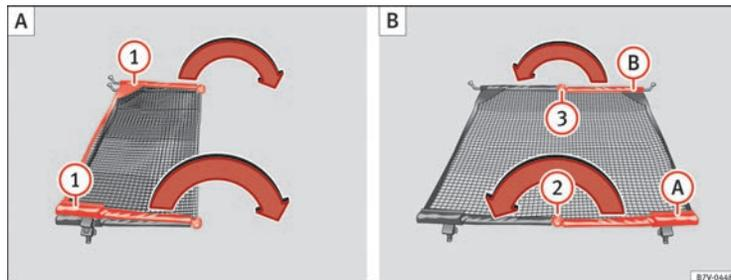

Fig. 93 Dépliez le filet de séparation ① puis repliez-le ② et ③.
Dépliez entièrement les barres transversales du filet de séparation ⇒ fig. 93 ① dans le sens de la flèche jusqu'à ce que vous entendiez un « clic ».
- Appuyez sur le bouton de déverrouillage ⇒ fig. 93 (2) puis pliez la barre (A) dans le sens de la flèche avec le bouton de déverrouillage appuyé.
- Appuyez sur le bouton de déverrouillage (3) puis pliez la barre (B) dans le sens de la flèche avec le bouton de déverrouillage appuyé.